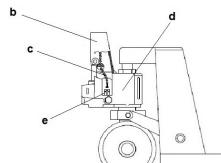

Figura 2
- Fazer passar a corrente (c) (Figura 2) da pega (b) (Figura 2) através do furo central do perno (a).
- Inserir a parte terminal da corrente (c) (Figura 2) no alojamento do suporte (e) Figura 2 e encaixá-la com a porca que está na extremidade.